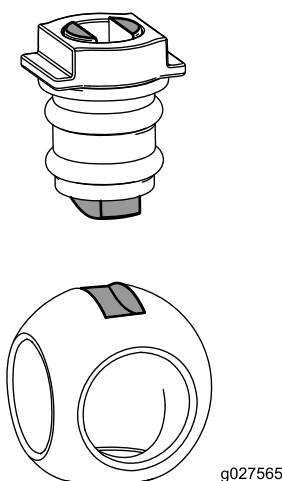

Figura 125
6. Introduceți bila în corpul supapei (Figura 125).
**Notă:** Tija supapei trebuie să se potrivească în interiorul fantei de acionare a bilei. Dacă tija supapei nu se potrivește, reglai poziția bilei (Figura 125).